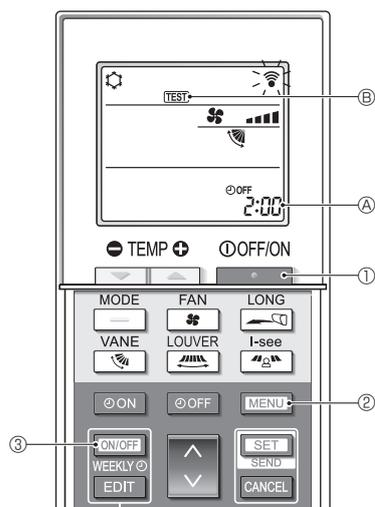

Fig. 7-5
■ Тестовый прогон (Fig. 7-5)
- Нажмите кнопку ①, чтобы остановить работу кондиционера воздуха.
- Если недельный таймер активирован (есть надпись **WEEKLY**), нажмите кнопку ③ для отключения таймера (нет надписи **WEEKLY**).
- Нажмите и удерживайте в течение 5 секунд кнопку ②.
- Нажмите кнопку ②.
- Появляется надпись **TEST** ⑥, и блок переходит в режим тестового прогона.